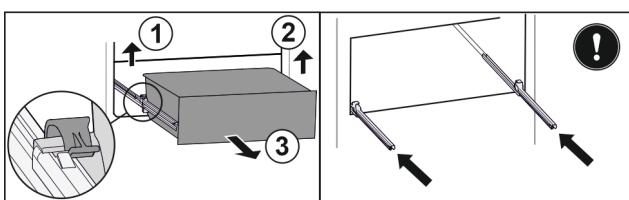

Fig. 110 (1)
- Dvignite desno spojko in hkrati povlecite predal desno naprej. Fig. 110 (2)
- Predal vzemite ven v smeri naprej. Fig. 110 (3)